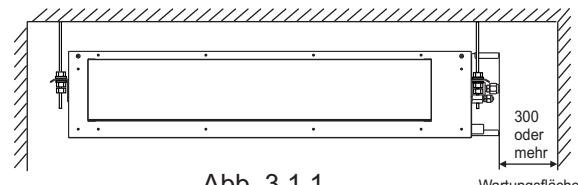
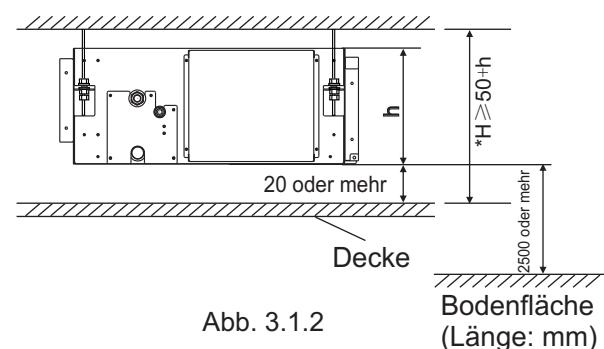

Abb. 3.1.1
Abb. 3.1.2
- Für die Wartung und Instandhaltung ist ein ausreichender Abstand gewährleistet (siehe Abb. 3.1.1, Abb. 3.1.2)
- (1) Einlaufseitigen Flansch entfernen.